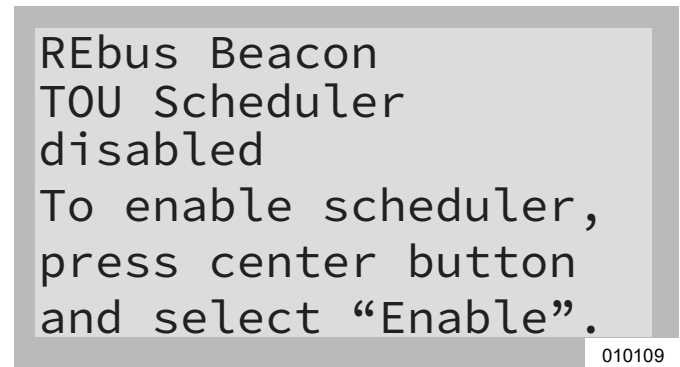

Figura 6-11. Configuración del programa TOU (1 de 4)
- Consulte la Figura 6-11. Navegue hasta la página de dispositivo Beacon y presione el botón central para ingresar al menú del dispositivo.